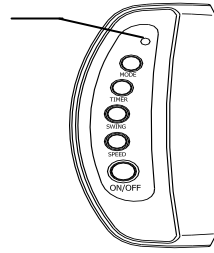

Fig.7
C. Insérez deux piles dans la télécommande dans le sens indiqué dans le compartiment, puis refermez le couvercle. (Fig.7)